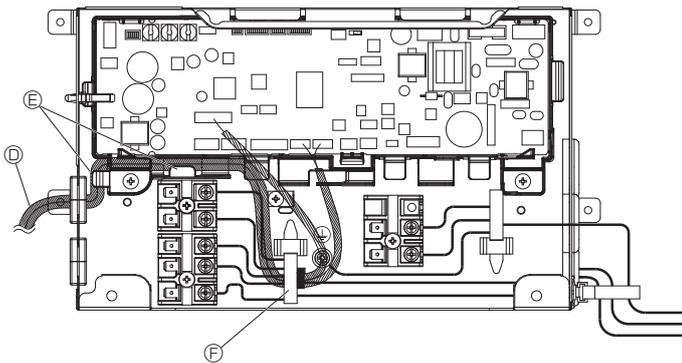

Fig. 5-8
2. Das Kabel des optionalen VENTILKITS in den Elektrokasten führen. (Fig. 5-8)